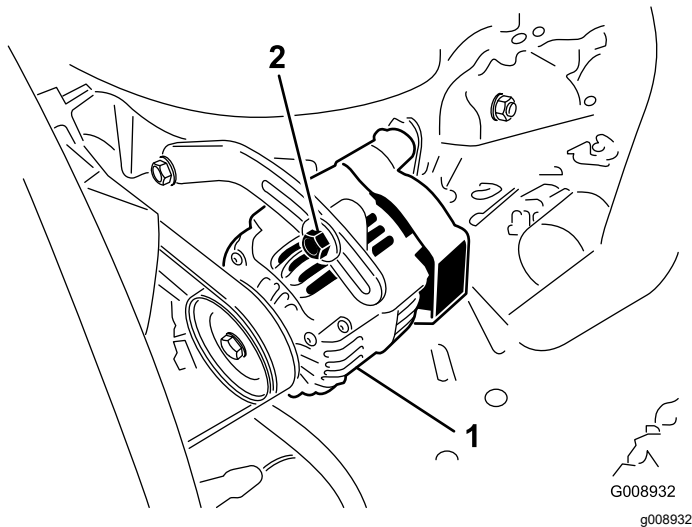

Figure 47
2. Si vous n'obtenez pas une flèche de 10 mm ($\frac{3}{8}$ po), desserrez les boulons de fixation de l'alternateur (Figure 47).